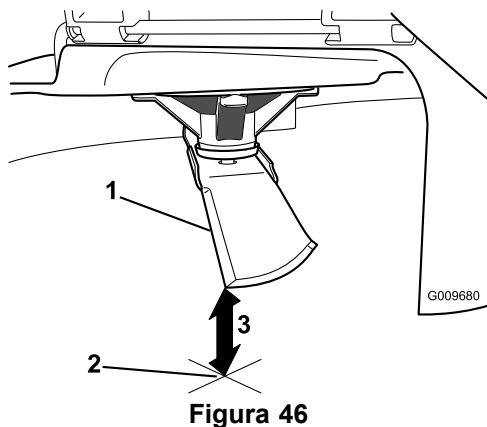

Figura 46
5. Meça da ponta da lâmina até à superfície plana (Figura 46).